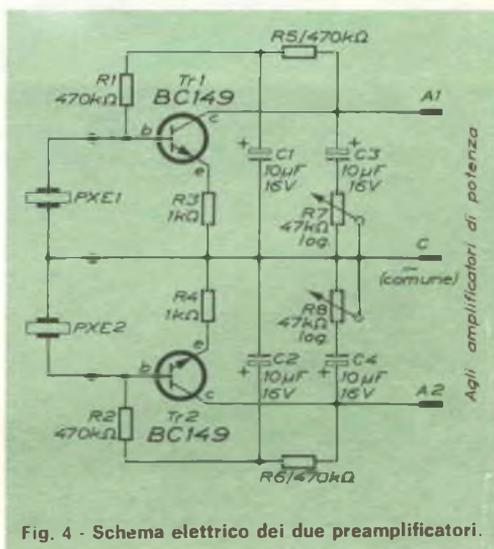

Fig. 4 - Schema elettrico dei due preamplificatori.
**Fig. 4 - Nelle applicazioni pratiche, il LED viene montato, per proteggerlo meccanicamente, entro un involucro metallico simile a quello dei transistori. Un'apertura trasparente consente alla luce di uscire da un'estremità dell'involucro.**
**Come sono fatti?** - Come già accennato, il LED è generalmente composto da una giunzione p-n di un solo tipo di semiconduttore, il più comune dei quali è l'arseniato di gallio. Un diodo tipico può essere composto da una piccola piastrina di materiale caricato positivamente (p) in intimo contatto con un involucro metallico simile a quello dei transistori. Prima di essere montata nell'involucro, viene applicato alla basetta, per diffusione o per crescita epitassiale, un sottile strato superiore di GaAs caricato negativamente (n). La parte p della basetta viene collegata ad uno dei terminali dell'involucro e si ha così un vero e proprio diodo a giunzione p-n. Per racchiudere la luce d'uscita in modo efficiente, il diodo viene racchiuso in un involucro metallico esterno (che serve anche da protezione) e provvisto di una lente o di un'apertura piana (ved. fig. 4).
**Il preamplificatore** - Lo schema elettrico del preamplificatore è riportato nella *fig. 4*; esso ha un solo stadio amplificatore per ogni canale. I transistori impiegati sono due n-p-n al silicio BC 149, particolarmente adatti per stadi d'ingresso, dato che possiedono una cifra di rumore molto bassa.